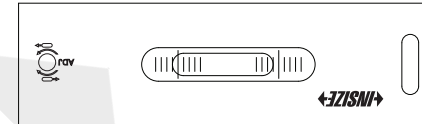

Abb.3
c) Drehen Sie die Ebene um 180°, schieben Sie (nicht setzen) die Ebene in der gleichen Position der Oberfläche (Abb. 3).